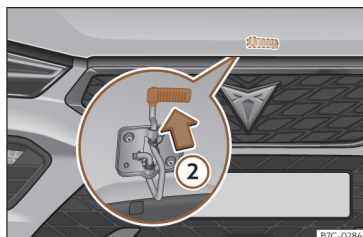

Fig. 192 Levier sous le capot.
- Pour soulever le capot-moteur, appuyez vers le haut sur le levier situé au-dessous du capot >>> **fig. 192** ②. Le crochet de fixation est alors déverrouillé.